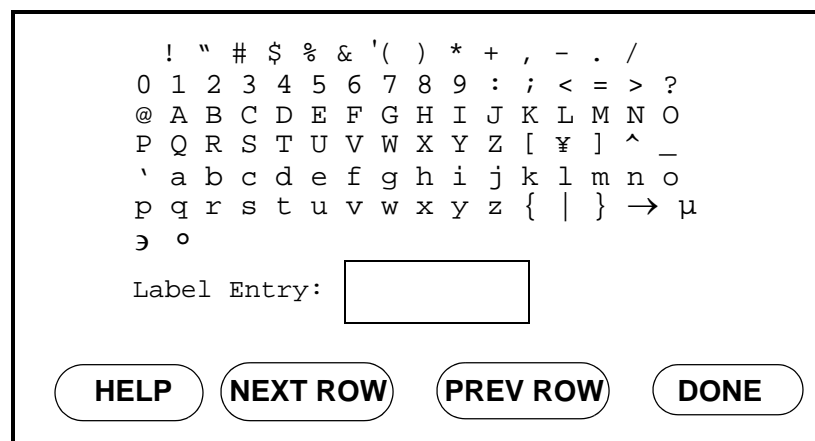

Figura 3-7: Menú de entrada de rótulos
2. Pulse la tecla de menú [TAG] para presentar el *Label Entry Menu*, como se muestra en la Figura 3-7 a continuación.